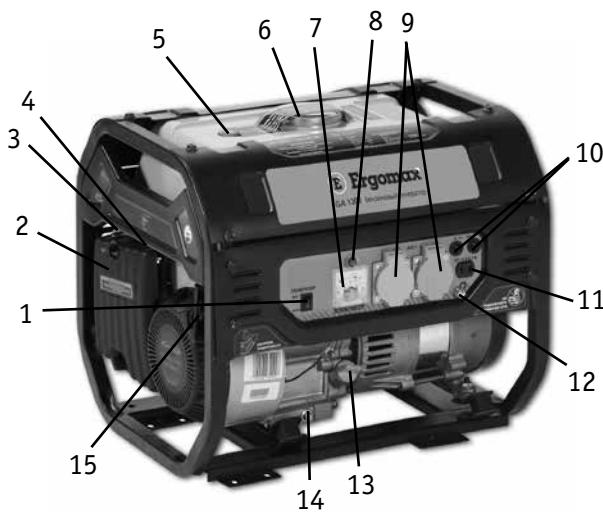

Рис. 1.1
Внешний вид генераторов и расположение элементов управления представлено на **рис. 1.1 и 1.2**.
1. Открутите крышку маслозаправочной горловины (13) (**рис. 1.1**) и вытрите щуп крышки чистой тряпкой (**рис. 2.1**).
Проверьте уровень топлива по шкале уровня топлива (5) (**рис. 1.1**), если уровень топлива низкий, то:
1. Открутите крышку топливного бака (6) (**рис. 1.1**).
3. Переведите выключатель двигателя (1) (**рис. 1.1**) в положение «ВКЛ». Для моделей с электрическим запуском, вставьте ключ зажигания в выключатель двигателя и поверните его в положение «ВКЛ».
4. Потяните на себя рукоятку стартера (15) (**рис. 1.1**), пока не почувствуете натяжение шнура стартера, затем резко дерните рукоятку на себя. Аккуратно верните на прежнюю позицию рукоятку стартера. Повторите несколько раз, пока двигатель не заведется.
1. Подсоедините кабель зарядки к соединителям постоянного тока (11), а затем к клеммам батареи (**рис. 1.1**).
Для аварийной остановки двигателя просто поверните выключатель двигателя (1) в положение «ВыКЛ» (**рис. 1.1**).